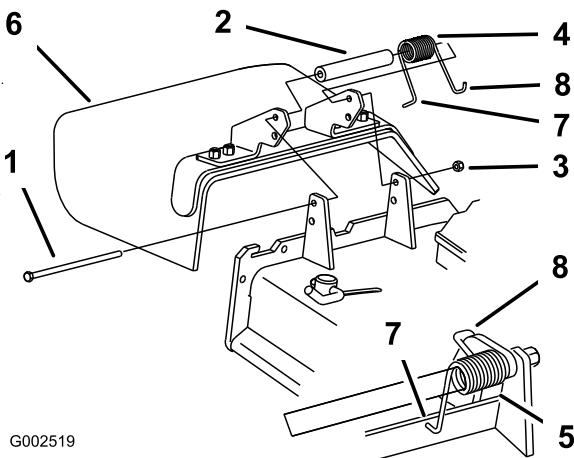

Figure 73
1. Retirez le contre-écrou, le boulon, le ressort et l'entretoise qui fixent le déflecteur aux supports de pivot (Figure 73).
Remarque: Prenez soin de placer l'extrémité en L du ressort derrière le bord du plateau avant de mettre le boulon en place, comme indiqué à la Figure 73.
5. Accrochez l'extrémité en J du ressort au déflecteur d'herbe (Figure 73).